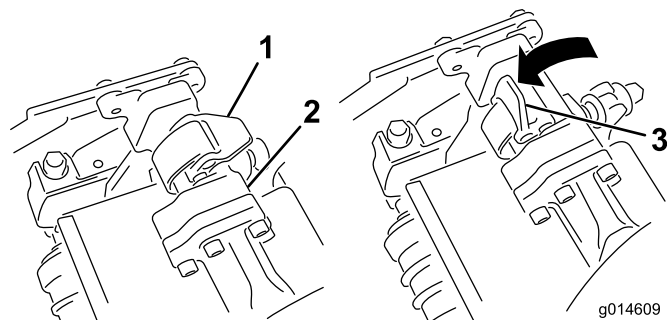
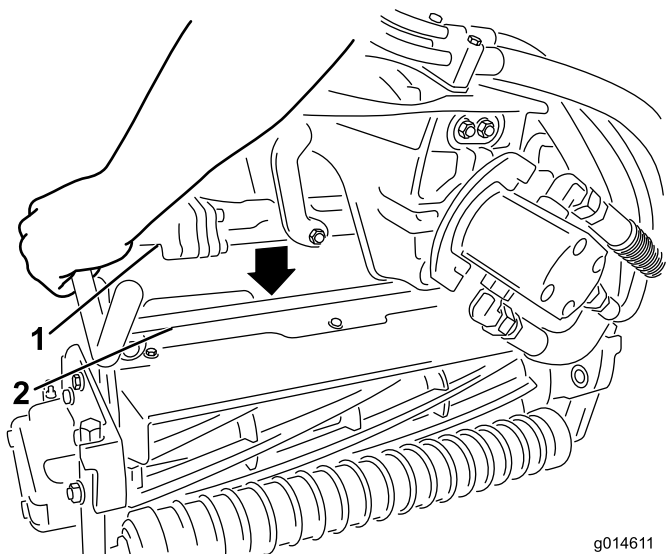

Figura 11
Figura 12
5. Con i fermi del braccio di sospensione rivolti verso l'alto (cioè aperti) (Figura 11), premete il braccio di sospensione verso il basso in modo che la barra si inserisca nella barra della parte superiore dell'apparato di taglio (Figura 12).
- Chiudete i fermi spostandoli verso il basso e attorno alla barra dell'apparato di taglio, quindi bloccateli in posizione (Figura 11).